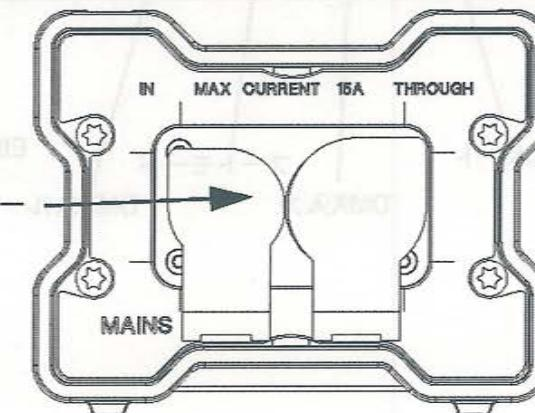

図5：電源ユニット S30
- 製品のそれぞれの側にある2個のアーレンネジを緩めて外します（4 mmアーレンキー、図5を参照）。